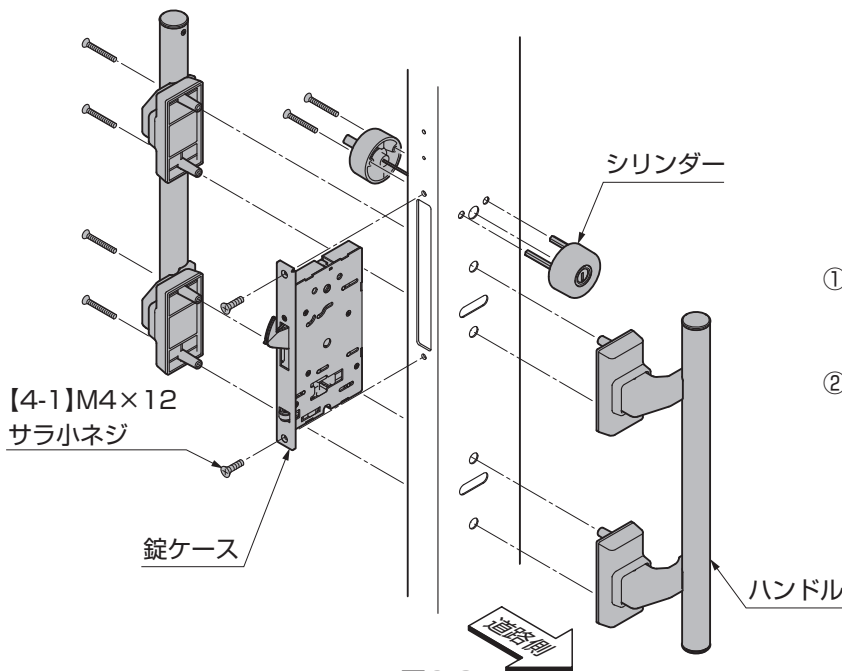

図6-3
- ①錠ケースを挿入し、ハンドルとシリンダーを固定してください。
- ②錠ケースを【4-1】で固定してください。(図6-3参照)